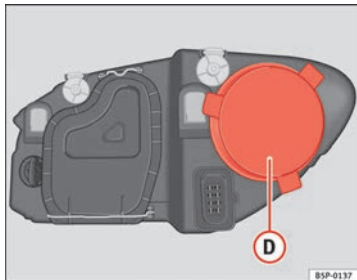

Abb. 192 Standlicht
- Den Deckel ⇒ Abb. 192 (D) abziehen.